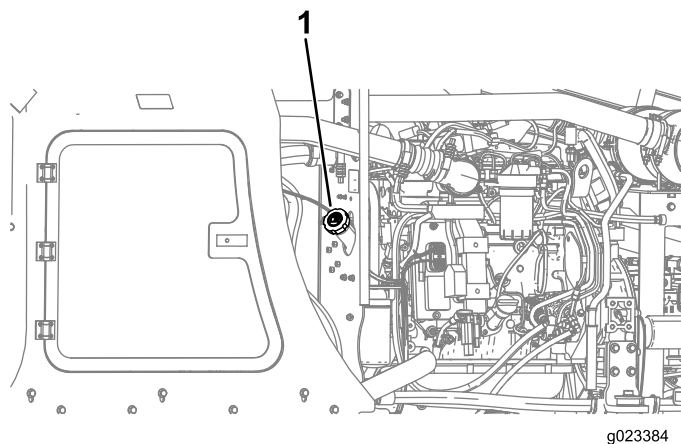

Figura 66
3. Retire a tampa do tanque de combustível. (Figura 66).